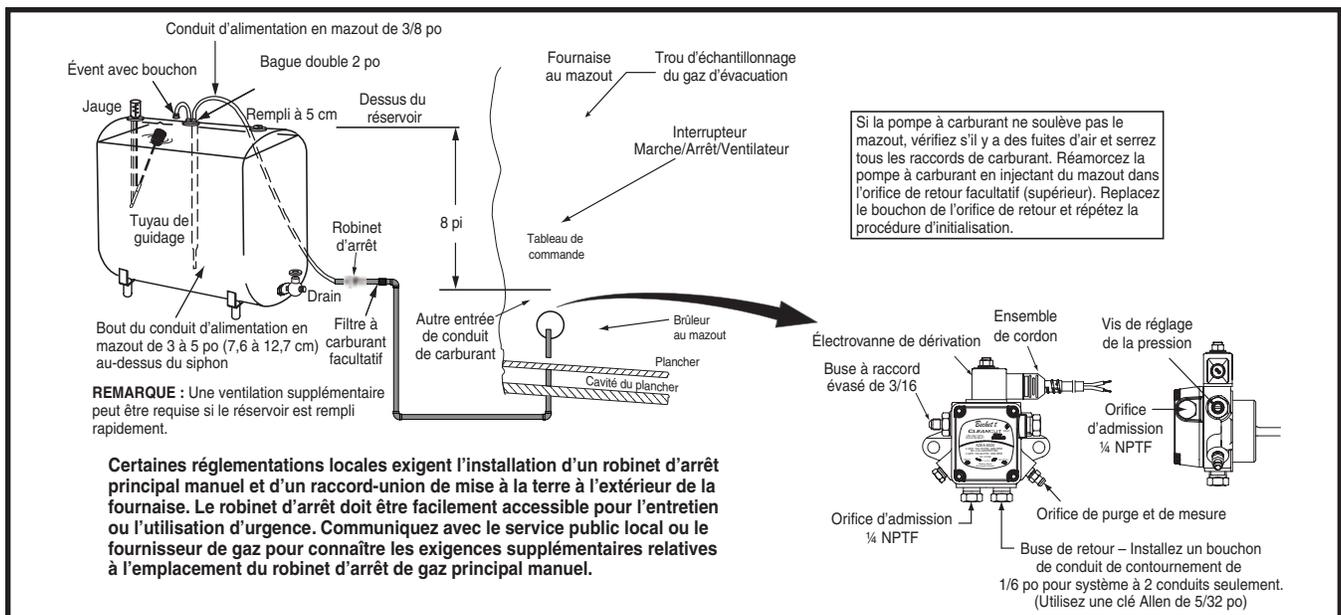

Figure 29. Canalisation de mazout typique pour l'alimentation au-dessus du sol (conduit simple)
- Un lecteur de carburant ou de réservoir est recommandé pour la vérification rapide du niveau de carburant. Vérifiez le niveau avec une jauge. Consultez la Figure 29 \(page 19\).
Le système à un conduit est fortement recommandé lorsque l'élévation verticale, entre le bas du réservoir et la pompe, est inférieure à 2,4 mètres. Consultez la Figure 29 \(page 19\). Un branchement à un seul conduit a l'avantage d'être moins coûteux et plus silencieux.
2. Installez une bague double pour deux conduits de 3/8 po dans le raccord supérieur du réservoir. Voyez la Figure 29.